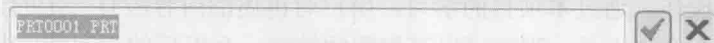

图 1-14 删除提示文本框
(2) 在【删除】子菜单中选择【旧版本】命令,系统弹出如图 1-14 所示的删除提示文本框,显示系统默认要删除的文件名,单击右侧的 ☒ 按钮,则删除旧版本的该图形文件。